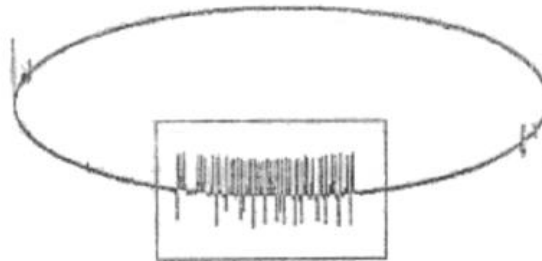

图 7-3 零标及电晕示意图
2. 当电晕放电图形出现在椭圆  $270^\circ$  相位时，如图 7-3 示，表明检测系统电源电压与试